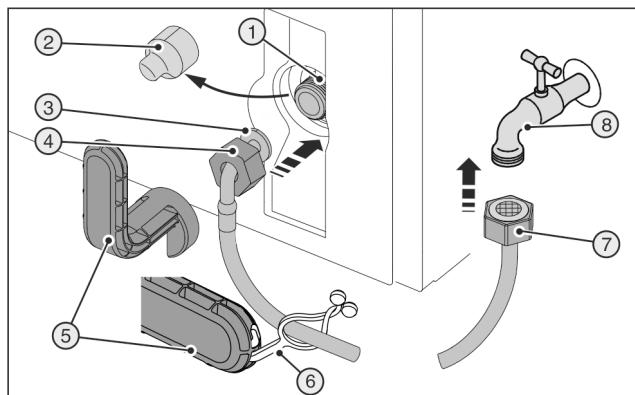
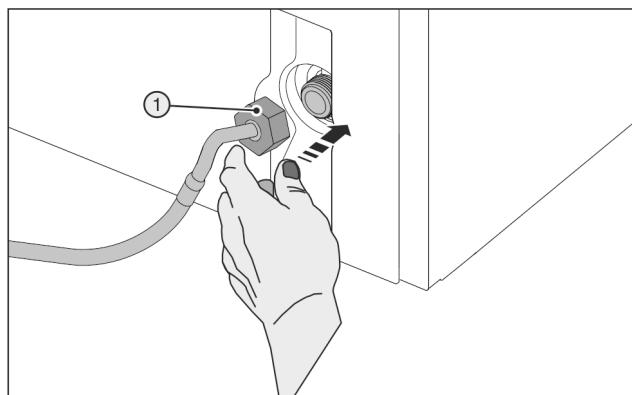

Fig. 51 *
Fig. 52
- Снять крышку Fig. 51 (2).
- Облегченный монтаж: Выложить прямой конец шланга Fig. 51 (7) влево на землю.
- До конца сдвинуть гайку Fig. 51 (4) через конец шланга в виде угла Fig. 51 (3) и удерживать.
- Осторожно одеть гайку Fig. 52 (1) и навинтить прямо на резьбу.
- Осторожно одеть гайку Fig. 52 (1) и накрутить на резьбу двумя пальцами до обеспечения надежной крепкой посадки.
Сломанный вспомогательный инструмент Fig. 51 (5)!
- Вспомогательный инструмент Fig. 51 (5) использовать только при комнатной температуре.
- Затяните гайку Fig. 52 (1) с помощью вспомогательного инструмента Fig. 51 (5) по часовой стрелке, пока не будет достигнут максимальный момент затяжки и вспомогательный инструмент Fig. 51 (5) начнет прокручиваться.
- Навинтить гайку Fig. 51 (7) на запорный кран Fig. 51 (8).
- Затяните гайку Fig. 51 (7) с помощью вспомогательного инструмента Fig. 51 (5) по часовой стрелке, пока не будет достигнут максимальный момент затяжки и вспомогательный инструмент Fig. 51 (5) начнет прокручиваться.
- Зацепить накладку Fig. 51 (6) в вспомогательном инструменте Fig. 51 (5) и для хранения закрепить на шланге из высококачественной стали.
- Медленно откройте запорный кран Fig. 51 (8) трубопровода для воды.